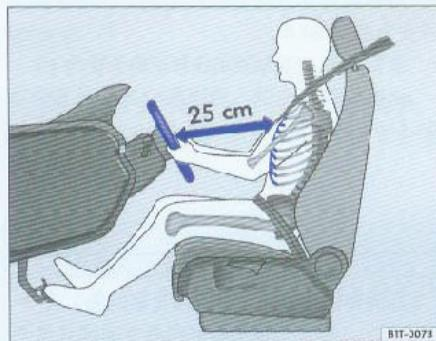

图1 驾驶员与方向盘之间的正确距离
- 调整方向盘，使驾驶员胸部与方向盘之间至少保持25cm的距离 ⇒ 图1；